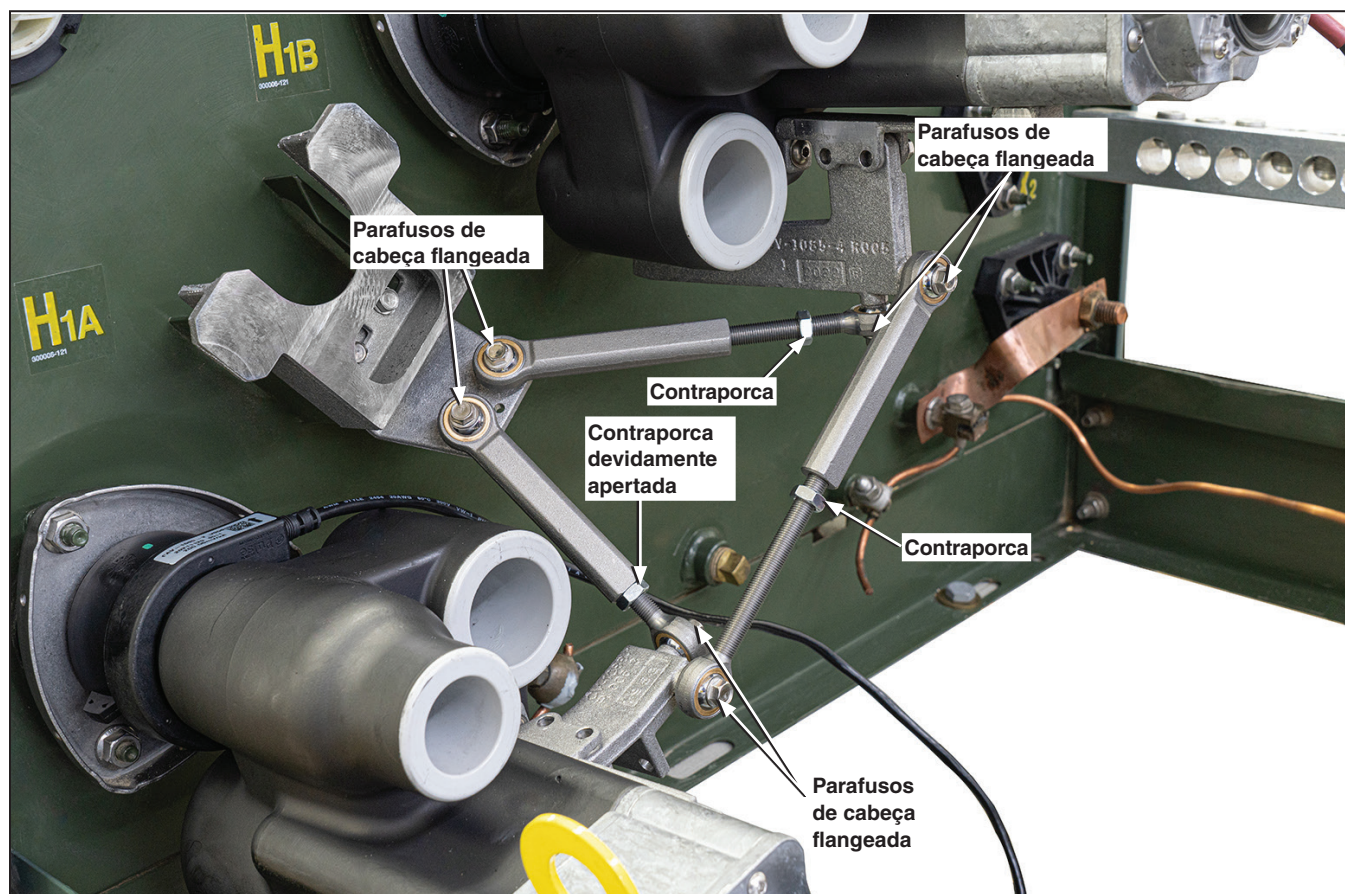

Figura 27. Aperto definitivo de todos os parafusos e contraporcas.
- PASSO 5.** Aperte as três contraporcas, uma em cada extensor ajustável e uma no extensor transversal, usando a chave combinada de  $\frac{9}{16}$  de polegada. Ver Figura 27.